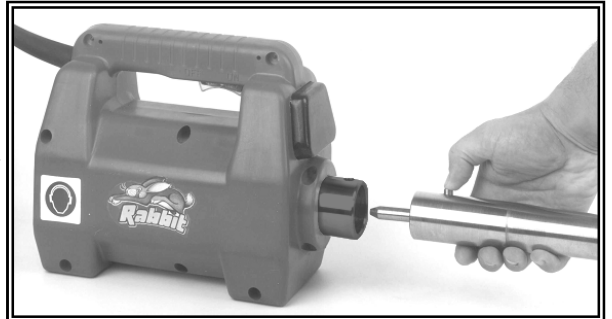

Fig.: 1.7-1
**Montagem Transmissão:** Para acoplar a transmissão flexível ao motor: pressiona-se o botão de blocagem a fundo, a continuação introduz-se o acoplamento da transmissão ao acoplamento do motor, fazendo coincidir os dois planos do terminal cabo com os do casquilho acoplamento do motor, introduzir docemente até coincidir o botão de blocagem com o alojamento de seguridade do motor. Se apresenta da resistência, **NÃO FORÇAR**, fazer girar ligeiramente o motor para facilitar a sua introdução e acoplamento perfeito (Ver Fig. 1.7-1).